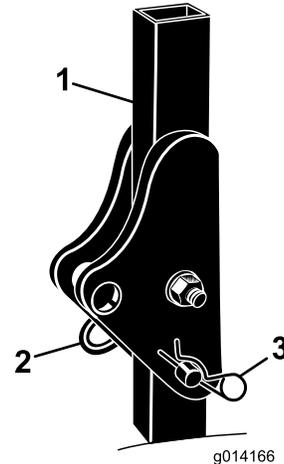

Figure 5
2. Levez l'arceau de sécurité à la verticale et fixez-le en position avec les 2 axes et les 2 goupilles fendues (Figure 5).
1. Retirez les 2 goupilles fendues et les 2 axes de l'arceau de sécurité (Figure 5).